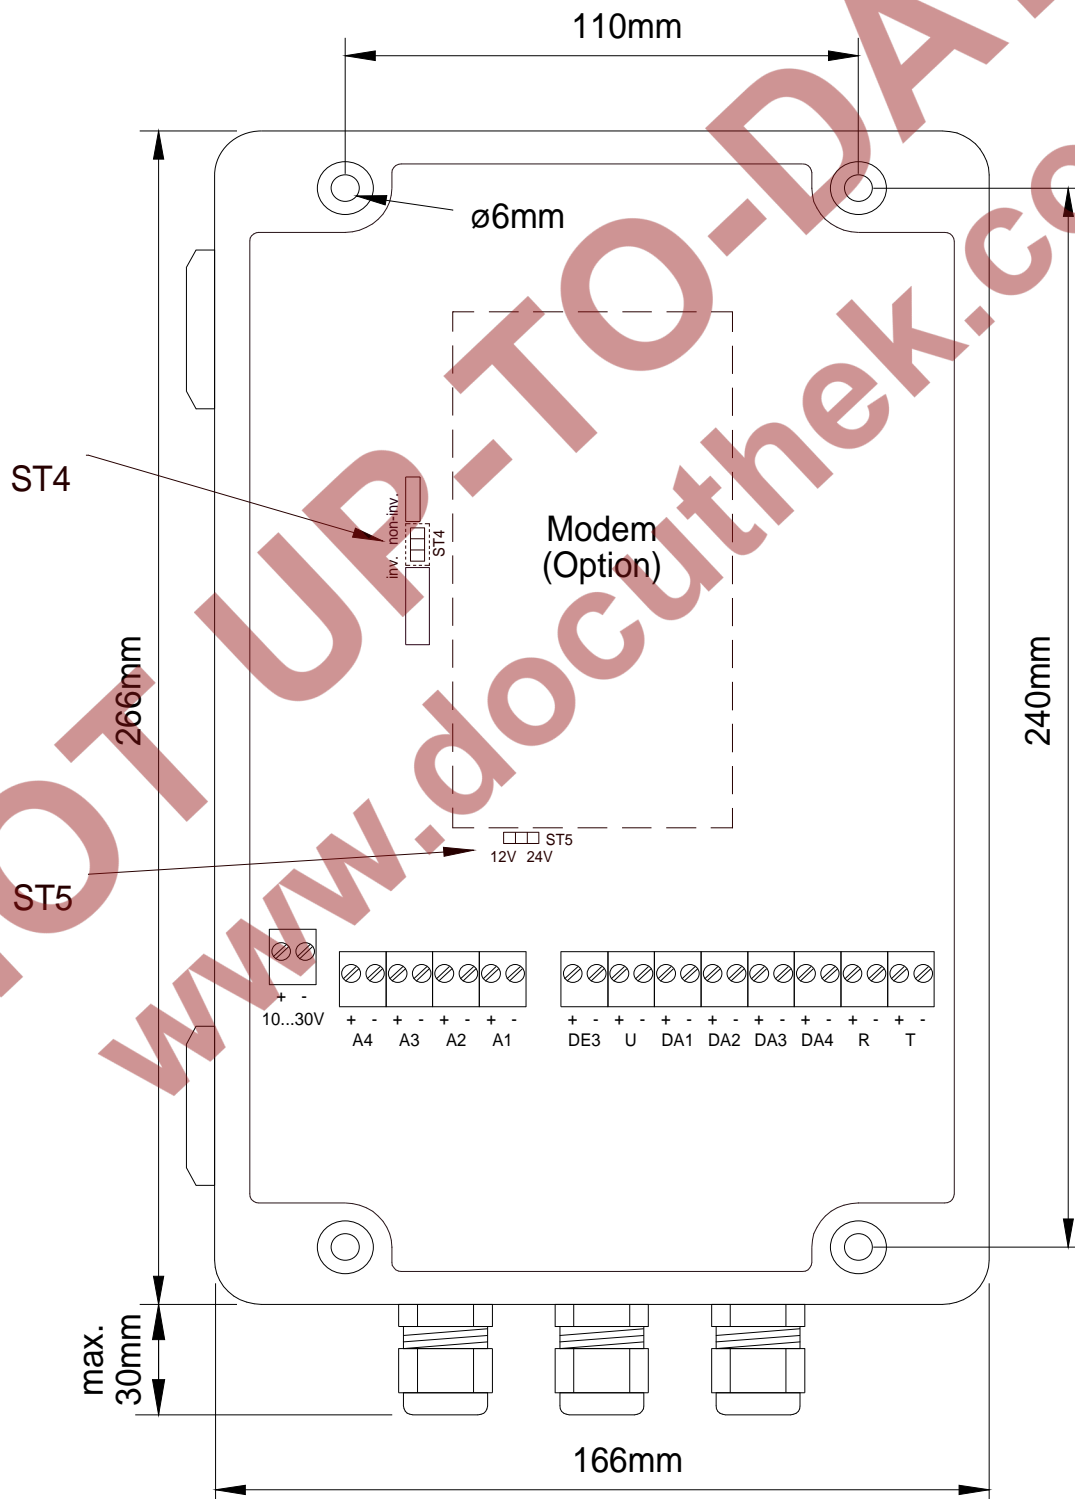
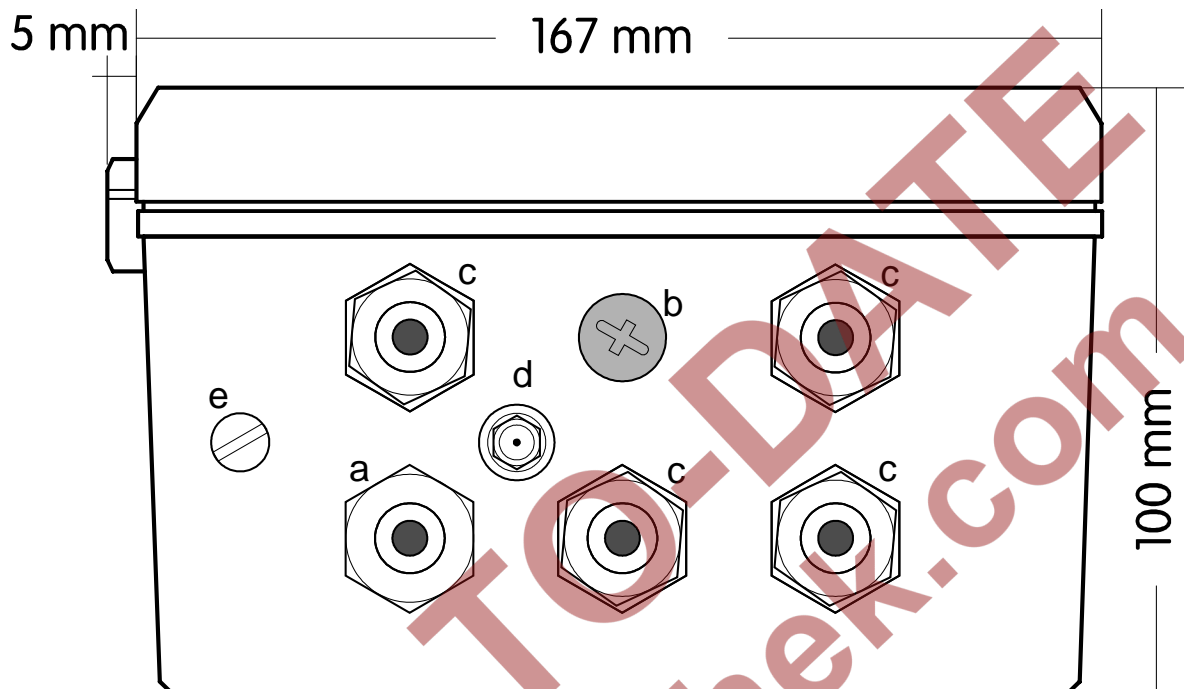

Bild 3: Sicht von oben auf das geöffnete Gerät (hier: „DC“-Ausführung)
Bild 4: Kabeleinführungen im Boden der FE260 (Ausführung mit GSM Modem)
Abmessungen, Bohrschablone und Durchmesser der Befestigungsbohrungen sind aus Bild 3 und Bild 4 ersichtlich.
*Die Erdung der FE260 erfolgt an Anschluss „e“ in Bild 4 (Seite 9).*
Das Anschlusskabel wird durch die kleinere Kunststoff-Verschraubung oben in der Mitte eingeführt (→ „b“ in Bild 4, Seite 9).
Nachdem die Antenne montiert ist, wird das Antennenkabel an die SMA7-Buchse im Boden der FE260 angeschlossen (→ d in Bild 4, Seite 9).